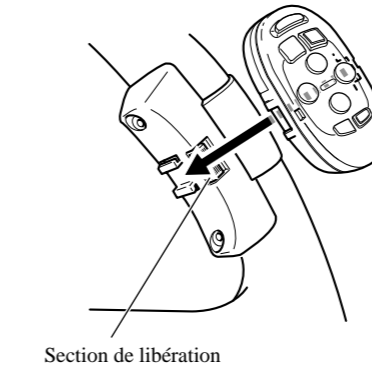

Fig. 18
**4. Installer l'unité de télécommande dans le support. (Fig. 18)**